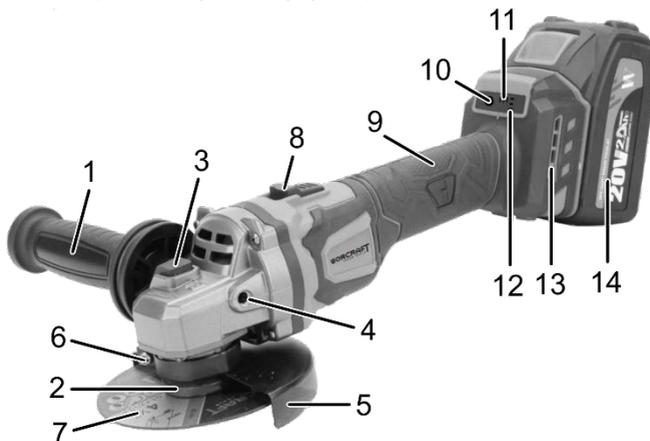

Рисунок 1
2.3.2 Увімкнення електродвигуна шліфмашини здійснюється натисканням задньої частини вимикача (8, рисунок 1) з наступним його пересуванням вперед у бік корпусу редуктора та утриманням в такому положенні під час роботи. Крутний момент від електродвигуна передається через одноступеневий редуктор на вихідний шпиндель, на який встановлюється абразивний диск (7, рисунок 1). Для вимкнення достатньо відпустити вимикач – він автоматично повернеться у вихідне положення і електродвигун шліфмашини зупиниться.
2.3.5 Шліфмашина оснащена електронним блоком вибору одного з трьох доступних швидкісних режимів за допомогою послідовного натискання кнопки (10, рисунок 1). Для візуальної індикації вибраного режиму передбачено наявність світлодіодного блока (11, рисунок 1).
2.3.6 Шліфмашина оснащена додатковою світлодіодною індикацією (12, рисунок 1) для контролю залишкового рівня заряду акумуляторної батареї (14, рисунок 1):
- 2.3.7 Блокування шпинделя для встановлення або заміни абразивного диска здійснюється натисканням і утриманням в натиснутому положенні відповідної кнопки блокування (3, рисунок 1).
- 2.3.8 Фіксування абразивного диска (7, рисунок 1) здійснюється затягуванням затискної гайки з різьбою M14.
- 2.3.9 Регулювання та фіксація положення захисного кожуха (5, рисунок 1) здійснюється через послаблення/затягування гвинта фіксації (6, рисунок 1).
2.3.10 Передня рукоятка (1, рисунок 1) може встановлюватися в праве або ліве положення у відповідний різьбовий отвір (4, рисунок 1) в корпусі редуктора.
3.2.1 Надійно встановіть передню рукоятку (1, рисунок 1) у відповідний різьбовий отвір (4, рисунок 1).
3.2.2 Встановіть захисний кожух (5, рисунок 1) у необхідне для зручної роботи положення.
- натисніть кнопку блокування шпинделя (3, рисунок 1) і перевірте його до такого положення, при якому він заблокується;
- встановіть необхідний абразивний диск на вихідний шпиндель редуктора. При встановленні диска з утопленим центром завжди розміщуйте його випуклою стороною до внутрішньої фланцевої шайби (2, рисунок 1);
4.2.1 Під'єднайте акумуляторну батарею (14, рисунок 1) та перевірте роботу шліфмашини на холостому ходу. Негайно замініть абразивний диск, якщо він вібрує.